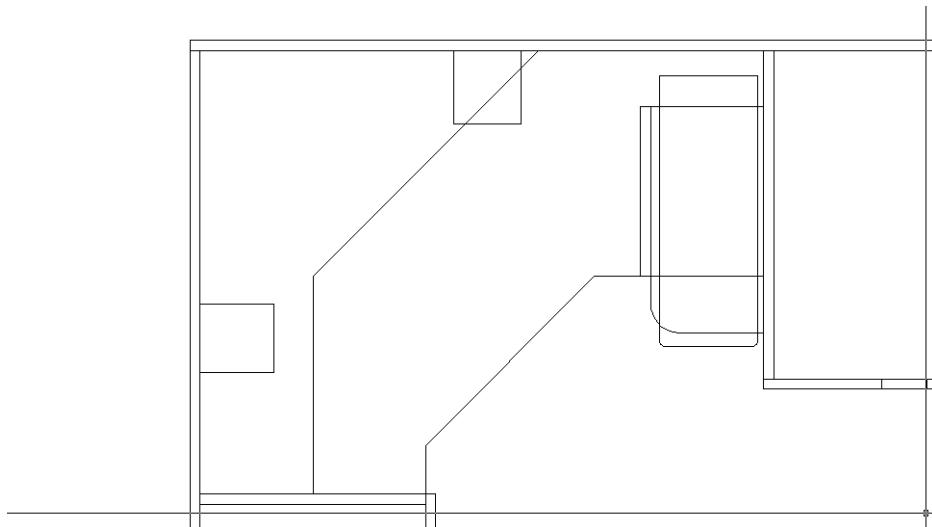

Рис. 5.10 ▼ Законченный контур системного блока после сопряжения линий, образующих нижние углы
7. Воспользуйтесь инструментом **Сопряжение** (Fillet) для сопряжения нижней горизонтальной и вертикальных линий с радиусом 10 мм. Сначала измените радиус, введя в ответ на приглашение AutoCAD **Радиус** (RADIUS) и соответствующее значение. Затем выполните сопряжение нижней горизонтальной линии сначала с одной, а затем, после повторного запуска команды **Сопряжение** (Fillet), – с другой вертикальной линией. Завершенный контур системного блока должен выглядеть так, как показано на рис. 5.10.